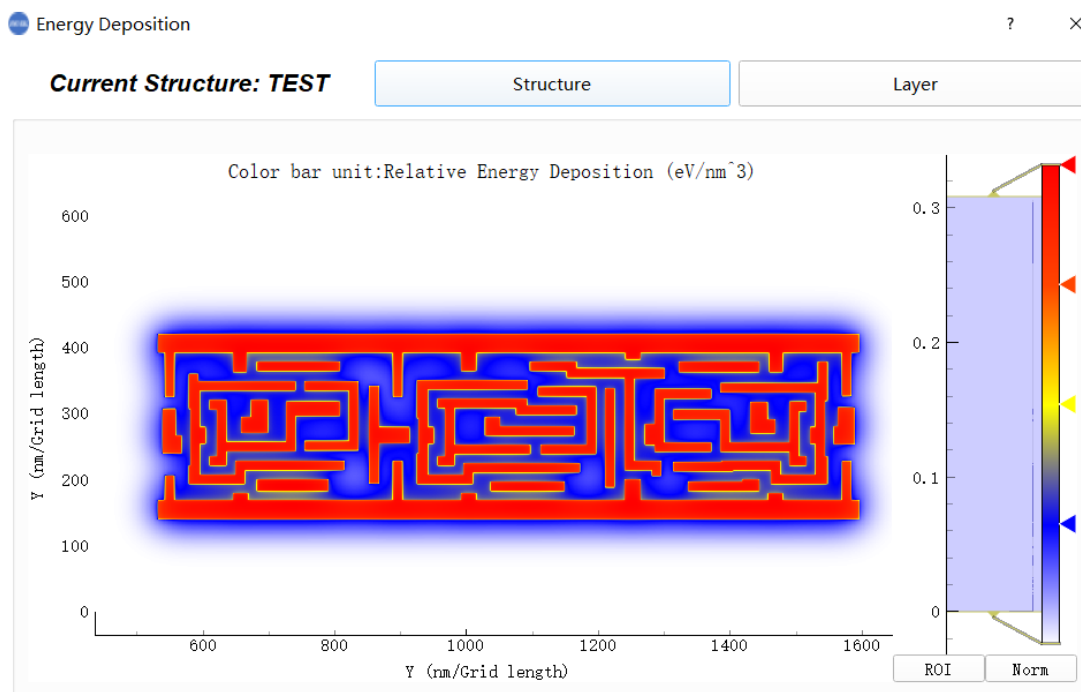

图 3.3.4 能量沉积计算结果界面
(10)能量沉积计算完成以后，点击图 3.3.3 对话框中的“OK”，可自动弹出显示版图能量沉积计算结果的对话框（如图 3.3.4）（注意：只含有 TEXT 图素的版图不能进行能量沉积计算；图形所对应剂量全为 0 时无法显示计算结果）